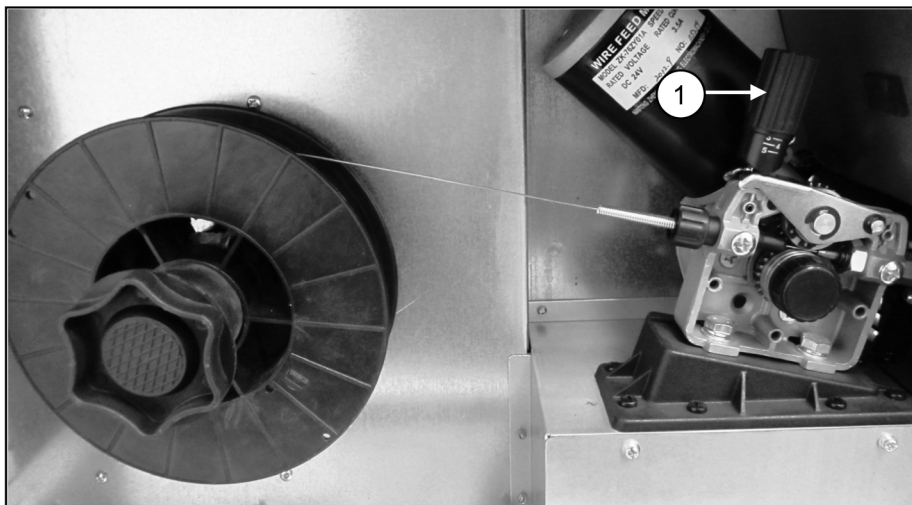

Рис. 10
6. Опустите кулису с прижимным роликом в нижнее положение и зафиксируйте ее регулятором давления прижимного ролика (рис. 10).